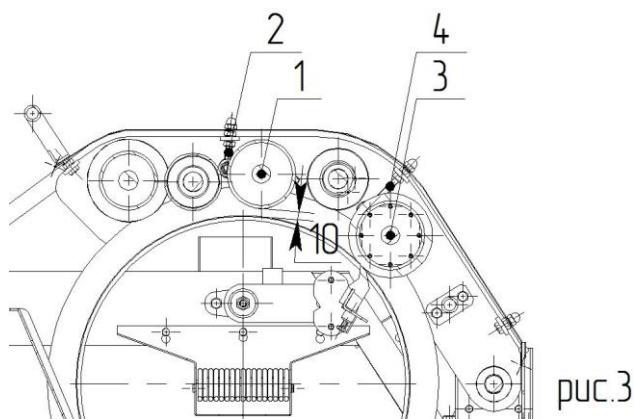

рис.3
5. Отрегулировать положения ролов верхнего блока так, чтобы расстояние от поверхности сетчатого барабана до поверхности ролов составляло: второй рол (1) - 10 мм, а мягкий рол (3) должен вдавливаться силиконовым покрытием на толщину сетки барабана с обеспечением контакта по линии в районе ножа. Регулировка ролами осуществляется натяжными болтами (2) и (4), с возможностью их выставления путём ослабления нижних гаек и натяжки при помощи верхних. (см. рис.3)